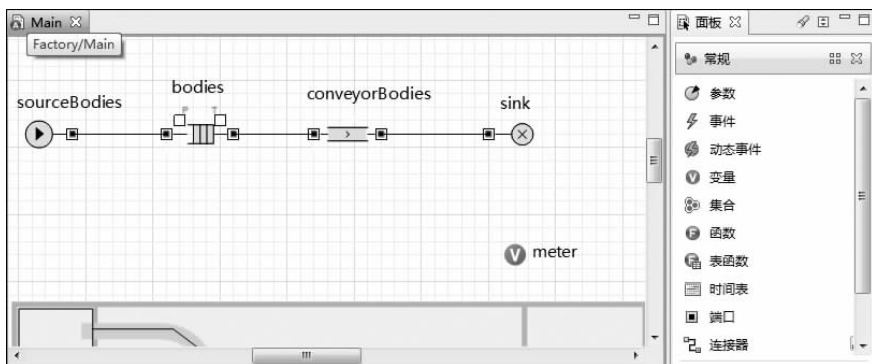

图 3-42 模型中变量的设置
(10) 将常规面板中的变量拖曳到图纸中,如图 3-42 所示。